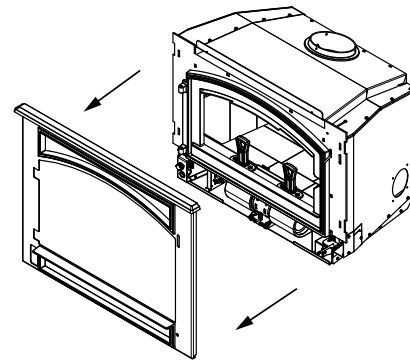

Figure 20.3
3. Retirez l'avant en soulevant puis en le détachant de l'appareil, mettez-le de côté sur une surface de protection (Figure 20.3).
2. Soulevez l'ensemble de l'encadrement en avant de l'appareil (**Figure 20.3 à la page 20**).